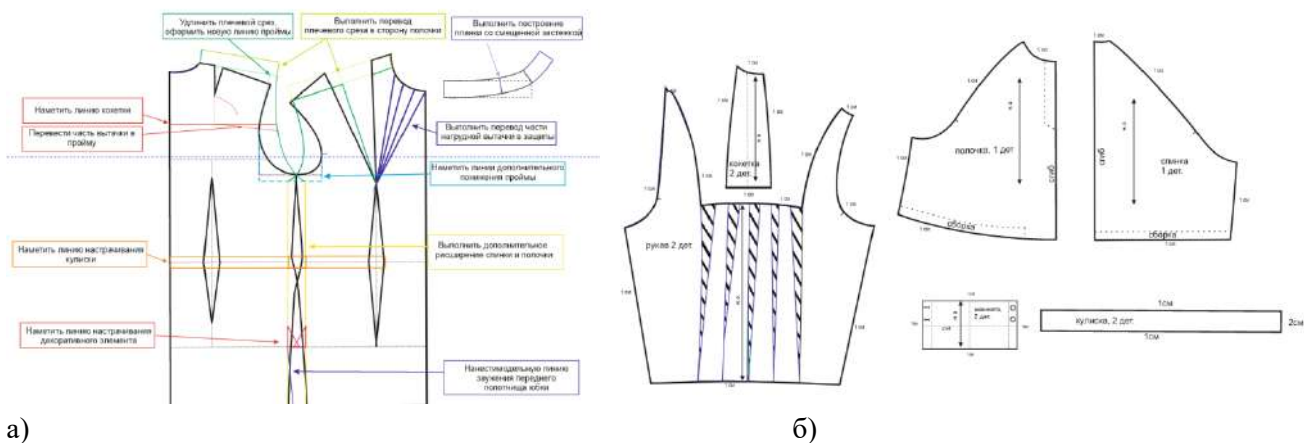

Рисунок 1 – пример оформления листа задания: а) нанесение линий и необходимых надписей для моделирования чертежа основы, б) результат моделирования
2. Используя графический редактор для конструирования и моделирования швейных изделий, в соответствии с эскизом и описанием нанесите новые фасонные линии на копию базового чертежа конструкции **блузы на размер 42-44**, соблюдая пропорции. Нанесите необходимые комментарии *по аналогии с ручным моделированием* (к примеру: закрыть вытачку) на изображения копии базового чертежа и представьте этот лист членам жюри в виде скриншота экрана и файла, сохраненного в указанную папку (рис. 1а).
3. Выполните копии основных деталей на листе и построение дополнительных деталей края, проведите моделирование, при необходимости оформите новые линии деталей, результаты представьте жюри в виде скриншота экрана и файла, сохраненного в указанную папку (рис. 1б).